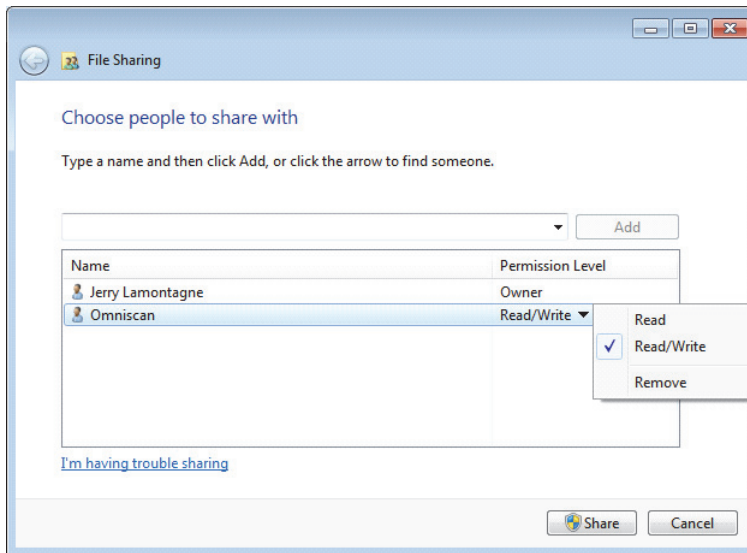

Рис. 7-29 Настройка разрешений в окне Общий доступ к файлам (Windows 7)
6. В окне **Permission Level** (Уровень разрешений) выберите **Read/Write** (Чтение и запись) для **Omniscan** (см. Рис. 7-29 на стр. 242).